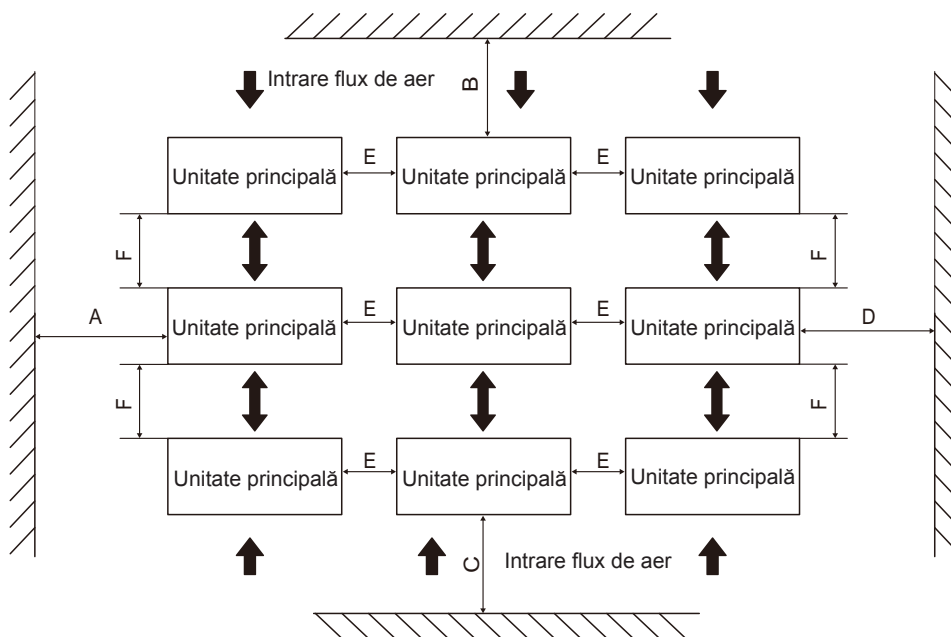

Fig. 6-5 Instalarea mai multor unități
4) un model tipic de bază din beton este prezentat în Fig. 6-5. Specificația tipică pentru o bază din beton este 1 parte ciment, 2 părți nisip și 4 părți piatră zdrobită cu bară de ranforsare din oțel. Marginile bazei ar trebui să fie teșite.